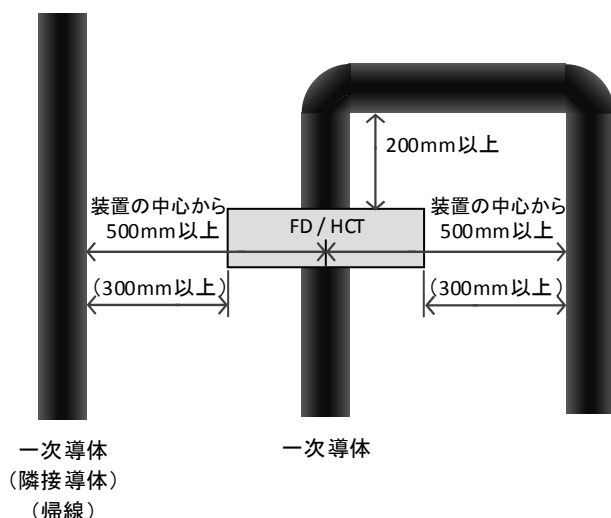

図 27. 隣接導体および帰線との離隔距離推奨値
- (2) 一次導体の正電流方向と装置側面に表示されている「電流方向」矢印を合わせて取り付けして下さい(図 27)。
- (3) FD および HCT と周囲の導体は絶縁上十分な離隔をとって設置して下さい。一次導体が電流検出器の貫通穴側面に触れないように設置して下さい。
- (4) 装置の精度を保証するための離隔距離推奨値を図 27 に示します。